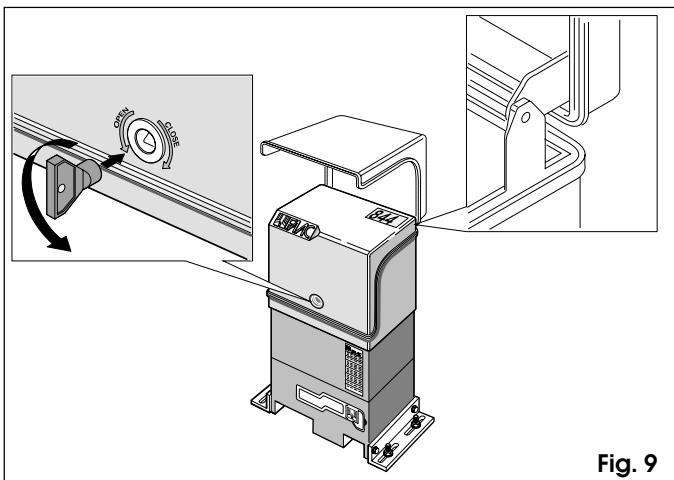

Fig. 9
- 2) Abren la tapa operador mediante la llave hueca triangular suministrada en dotación como muestra la Fig.9.